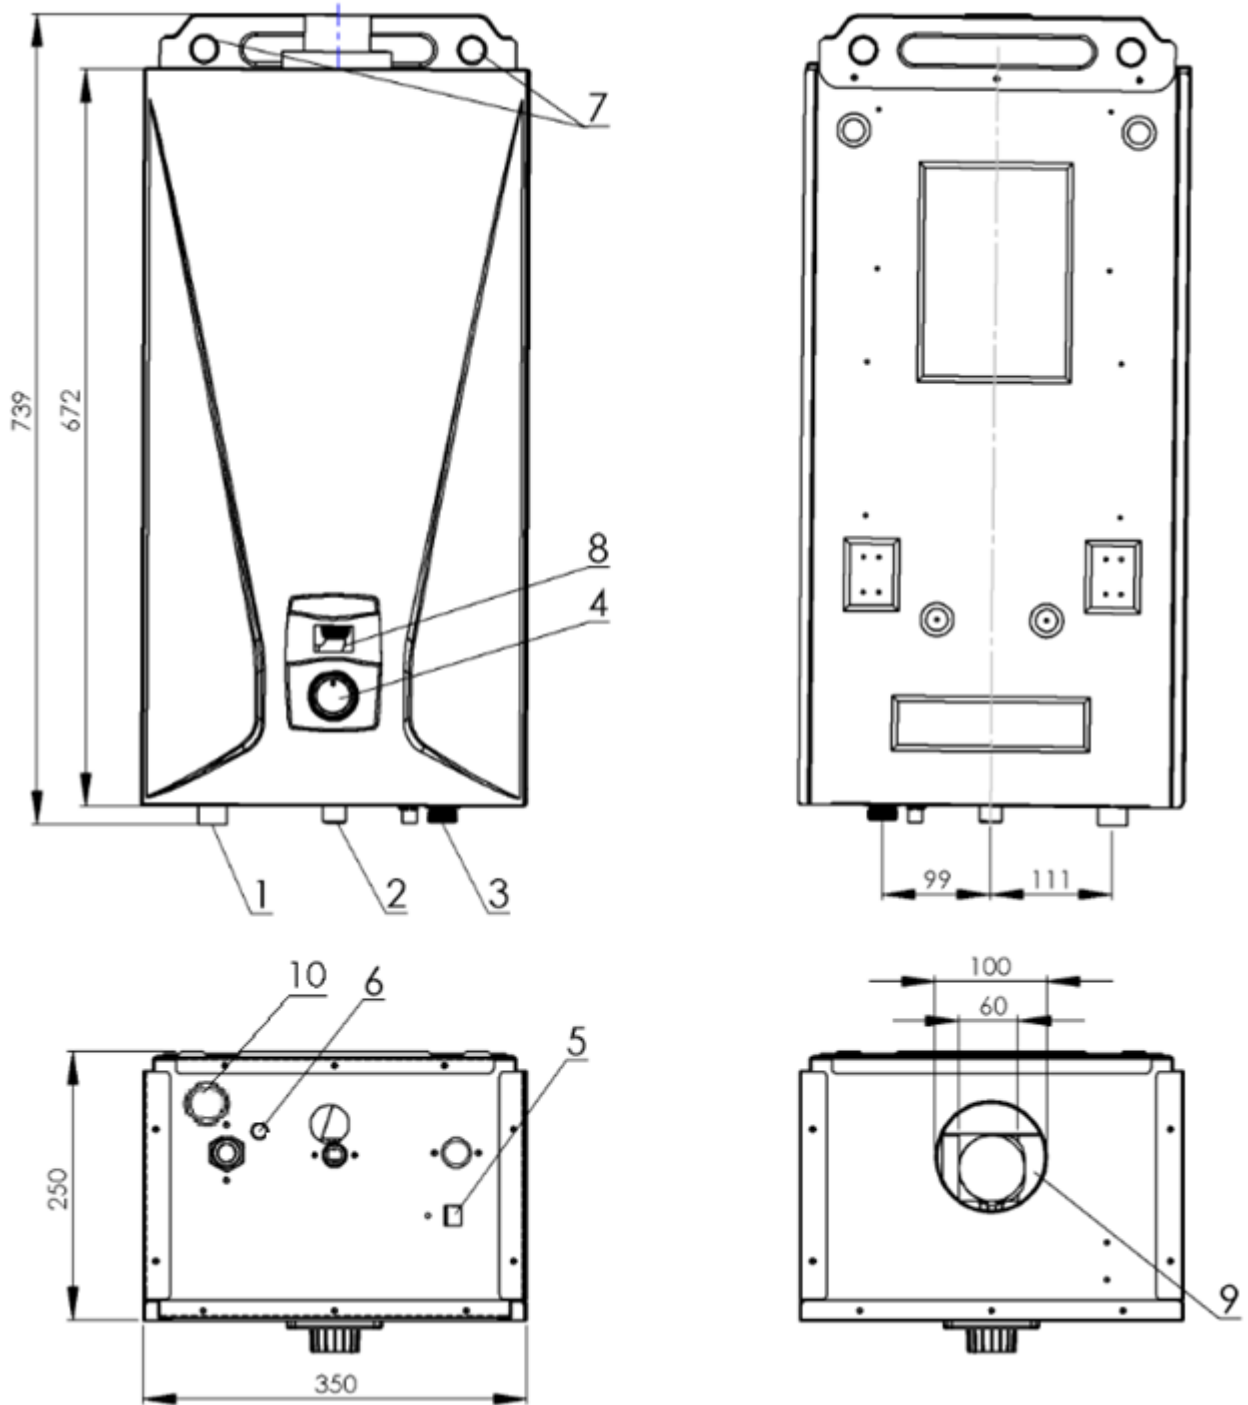

Рис. 1. Габаритные и присоединительные размеры котла
Габаритные и присоединительные размеры котла показаны на Рис. 1.
- открыть сливную пробку 6 (Рис. 1);